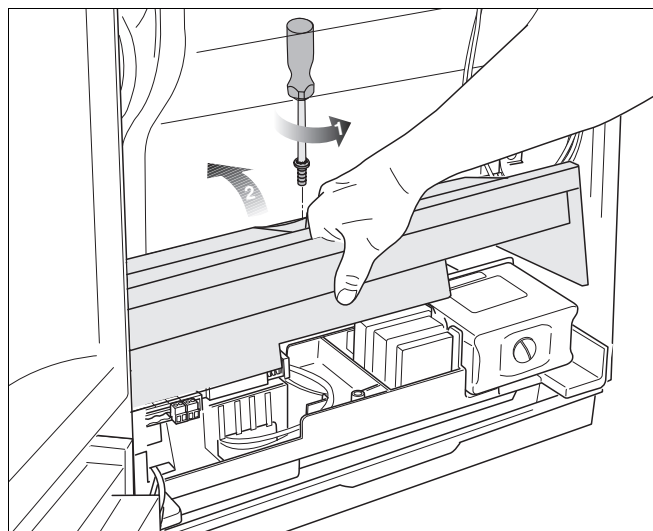

Fig. 23 Închideți cu clapa în sus capacul racordurilor electrice.
- 1 Desfaceți șuruburile capacului racordurilor electrice și închideți capacul cu clapa în sus (fig. 23).